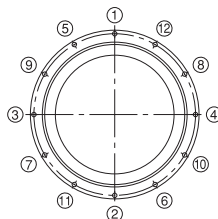

Abb. 1 Befestigungsreihenfolge
- (1) Montieren Sie den Befestigungsflansch am ungeteilten Ring (Innenring der Typen RB/RA, Außenring des Typs RE). Montieren Sie beim Typ RU den Befestigungsflansch an der Seite der Rotationsachse.
- (2) Setzen Sie den Befestigungsflansch auf das Lager auf. Bewegen Sie den Flansch leicht hin und her bis die Bohrungen für die Schrauben übereinstimmen. Bewegen Sie auch beim Typ RU den Flansch leicht hin und her bis die Bohrungen für die Schrauben übereinstimmen.
- (3) Stecken Sie die Befestigungsschrauben in die Bohrungen. Drehen Sie die Schrauben von Hand ein, und achten Sie dabei darauf, dass die Bohrungen korrekt übereinanderliegen und die Schrauben nicht verkanten.
- (4) Ziehen Sie die Schrauben in drei bis vier Schritten von leicht bis vollständig an. Gehen Sie dabei wie in Abb. 1 gezeigt in einem Diamantmuster vor. Beim Anziehen von geteilten Innen- oder Außenringen lässt sich ein Versatz zwischen Ring und Gehäuse durch leichtes Hin- und Herbewegen (um ca. 90°) des einteiligen Außen- oder Innenrings korrigieren.